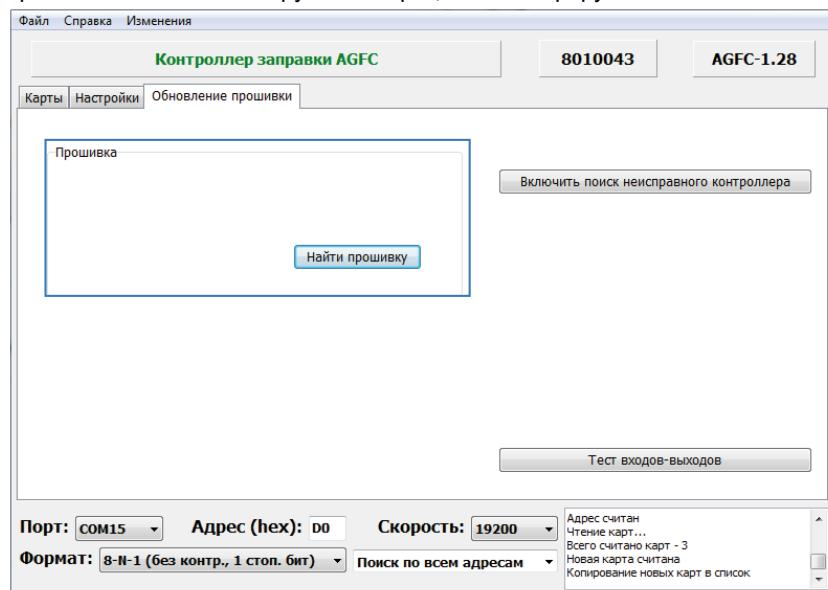

Рис.18. Обновление прошивки считывателя.
- в программе перейти на вкладку «Обновление прошивки» и нажать кнопку «Найти прошивку» (Рис.18). После этого пользователю будет предложено выбрать нужный файл прошивки. Файл прошивки должен иметь формат .eraw. Актуальную версию прошивки вы можете загрузить с официального форума ООО «ТехноКом».